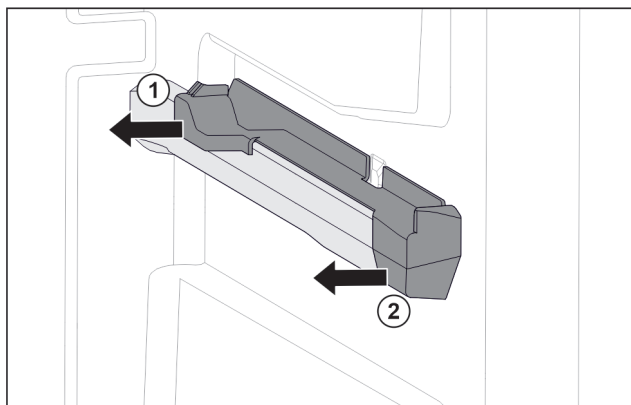

Fig. 107 Násuvný diel na pravom rebre nádoby
- ▶ Stiahnite násuvný diel vzadu do strany. Fig. 107 (1)
- ▶ Stiahnite násuvný diel vpredu do strany. Fig. 107 (2)